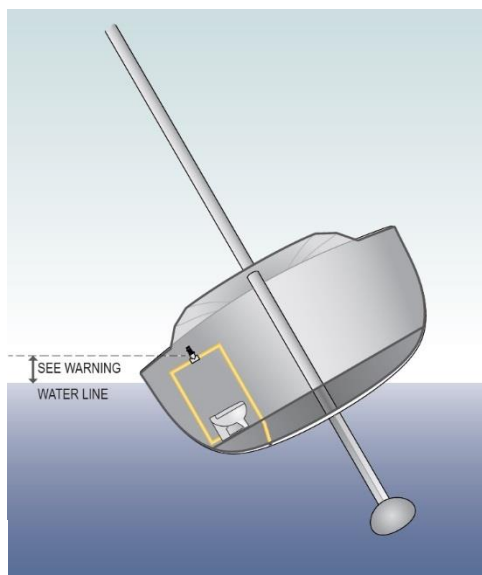

Fig. 2
**ATTENTION :** La ligne de flottaison en question devra être calculée en tenant compte des différents paramétrages durant la navigation. Voir l'exemple fig. 2.